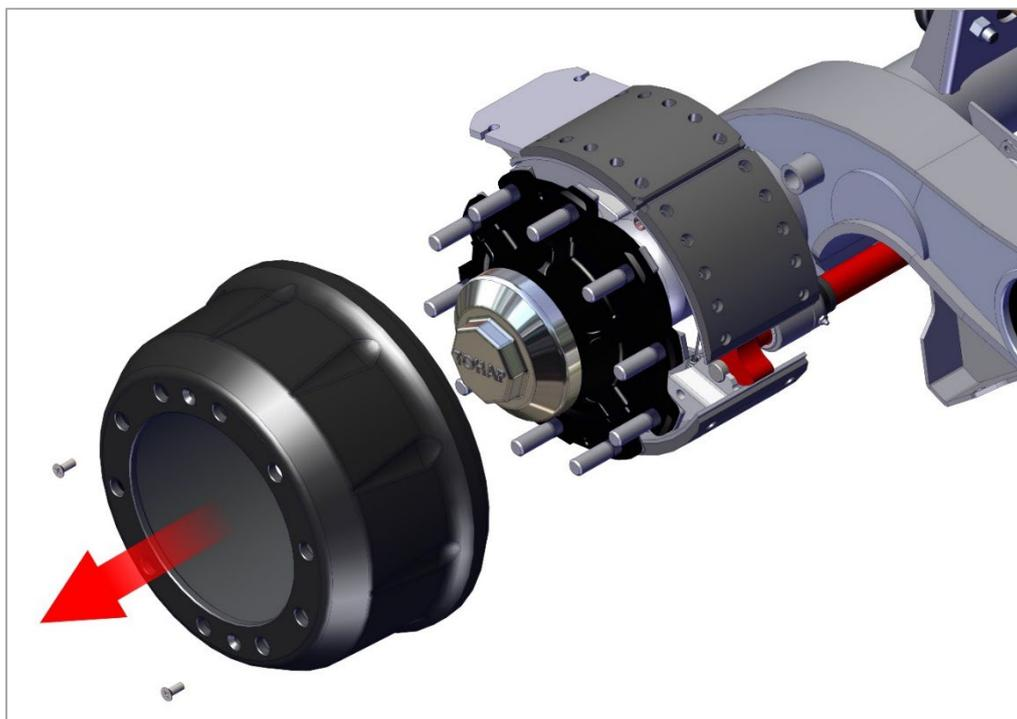

Рис. 48. Снятие барабана
2) Снимите барабан, как показано на рис. 48.